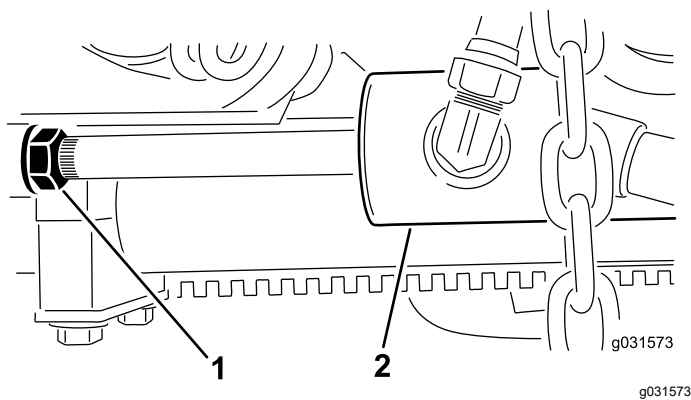

Figura 12
B. Solte a porca de bloqueio no cilindro (Figura 12).